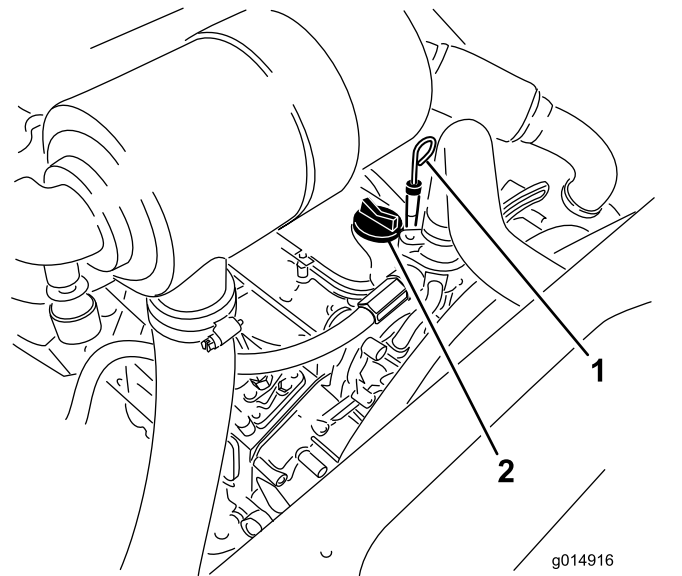

Figure 31
3. Retirez la jauge, essuyez-la sur un chiffon et remettez-la en place (Figure 31).
5. Si le niveau n'atteint pas le repère MAXIMUM, enlevez le bouchon de remplissage (Figure 31) et faites l'appoint jusqu'au repère MAXIMUM sur la jauge.